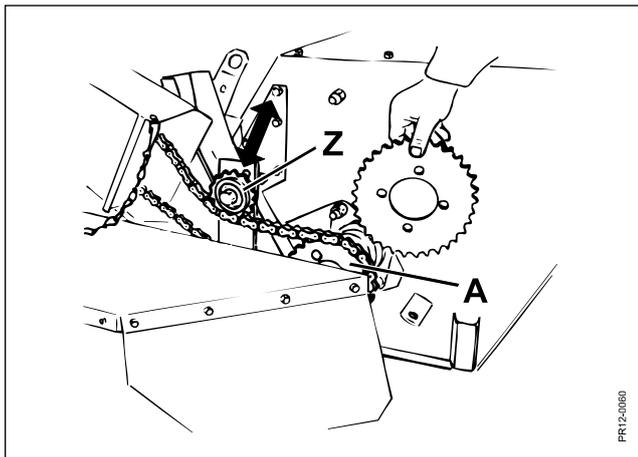

Fig. 3-21
**Fig. 3-21** Falls Sie auf **GD 2800 FM** wünschen, die Geschwindigkeit des Rotors zu reduzieren, muß das 27 Zahn Zahnrad, das auf der Rotorwelle sitzt, mit dem 33 Zahn Zahnrad vom mitgelieferten Ersatzteilpaket ausgewechselt werden. Wie folgt hervorgehen: